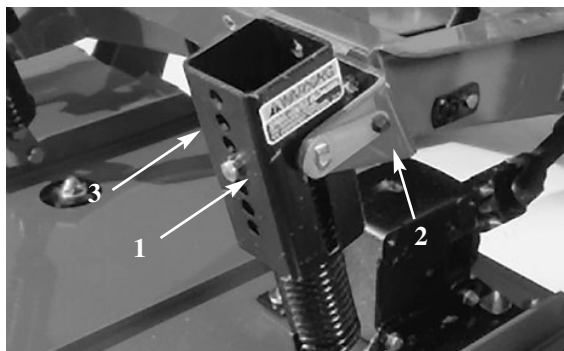

Bild 12
2. Den Ausgleich von der Zugmaschine entfernen, die Sperrstifte aus den Winkelprofilen entfernen, die Druckfedergruppe von den Winkeln trennen und auf der Mäherhaube ablegen. Die Sperrstifte locker mit den Winkelprofilen verbinden, um Verlust der Bauteile vorzubeugen (Bild 12).